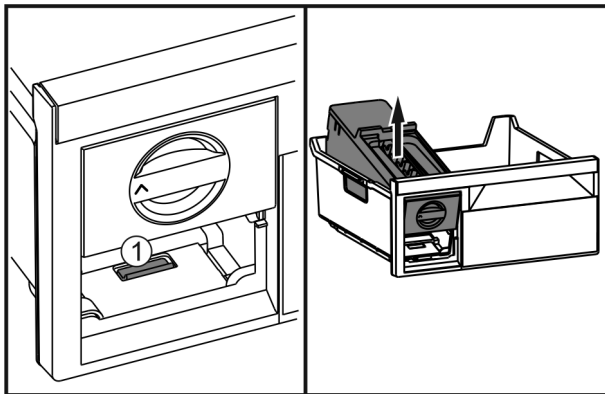

Fig. 67
- ▶ Lip Fig. 67 (1) indrukken, EasyTwist-Ice van achter optillen en uit de vrieslade nemen.